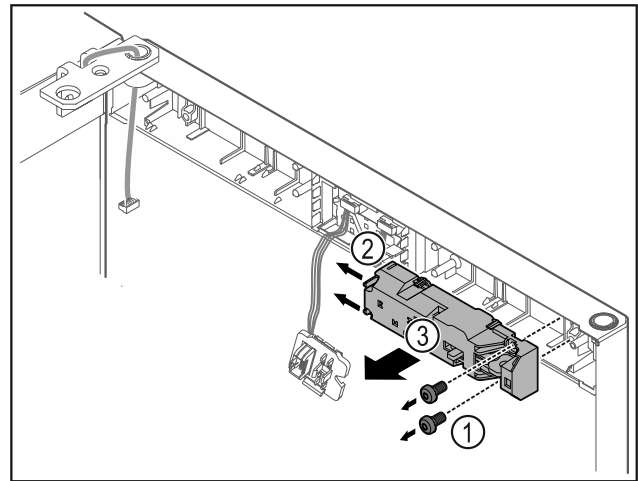

Fig. 15
- Odstraňte šrouby Fig. 15 (1).
- Nosy zářezky Fig. 15 (2) stlačte na stranu a sejměte dálkový zámek Fig. 15 (3).